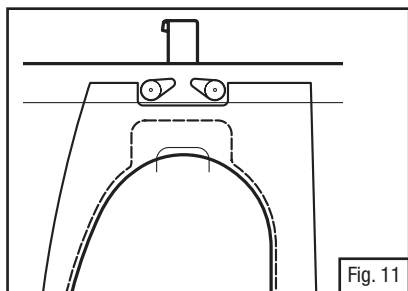

Fig. 11
- Hay dos lengüetas perforadas en las cubiertas. Mantenga las lengüetas pequeñas en el interior del marco (Fig. 11).